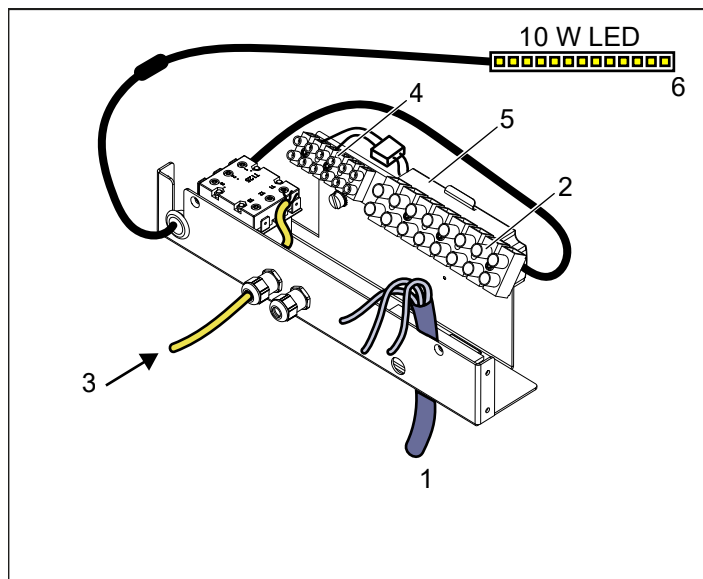

Fig 9: Eldosan
3. Anslut elkabeln (se Fig 9) enligt kopplingsschema (se fig 13)